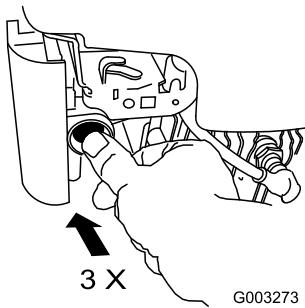

Figura 18
2. Apriete el cebador 3 veces con el dedo pulgar, presionando con fuerza, y manteniendo la presión durante un segundo antes de soltarlo (Figura 18).